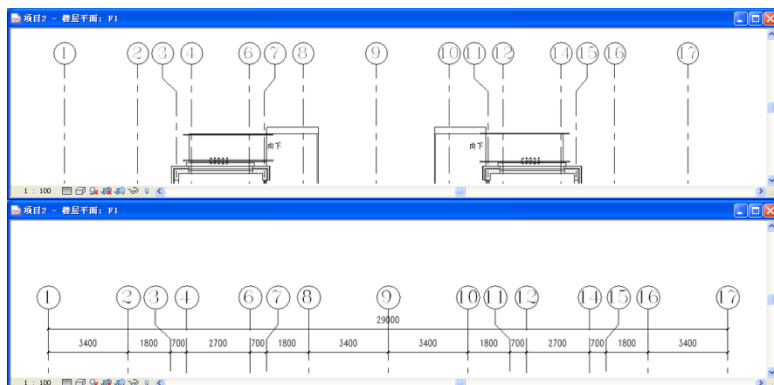

图 6-28
- 21) 完成平面图中各墙体构造层设置后，修补 F1 平面视图尺寸并添加第三道尺寸，拖拽轴网标头到合适位置（如图 6-28 所示）。